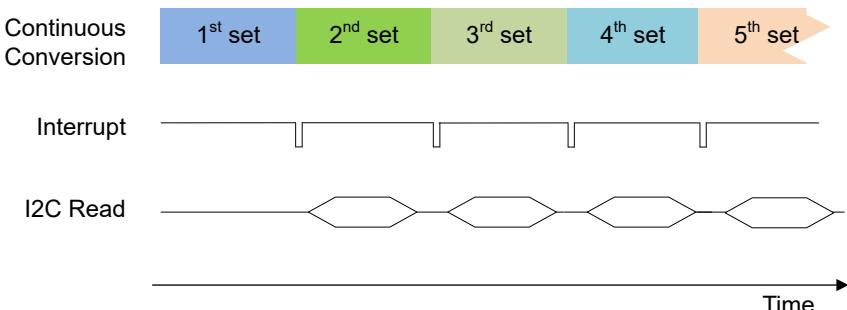

图 7-10. 使用交流线路电源进行连续转换
- 等待 INT 信号置为低电平以指示转换完成。当 INT 变为低电平时，使用一个读取命令执行 16 位 T、X、Y、Z 寄存器读取（请参阅图 7-10）。